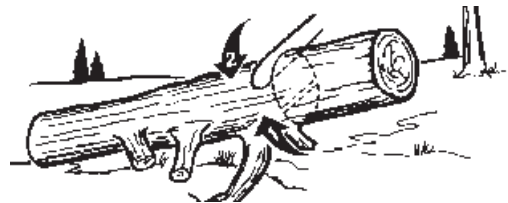

Fig. 18
2. Tronco apoyado en 1 extremo: Primero, corte desde abajo (leñar por abajo) 1/3 del diámetro del tronco para evitar astillamiento. Segundo, corte desde arriba (leñar por arriba) para encontrar el primer corte y evitar el pellizco (Fig. 18).